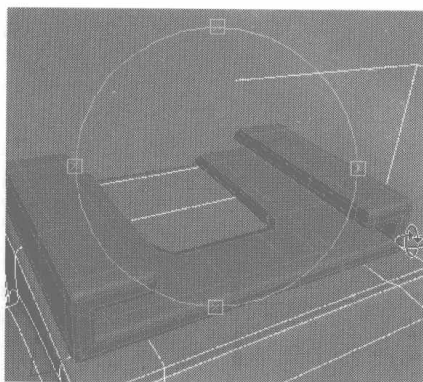

图 6.272
- 25** 继续在该物体上添加细分线，将其进行细化调整，如图 6.272 所示。